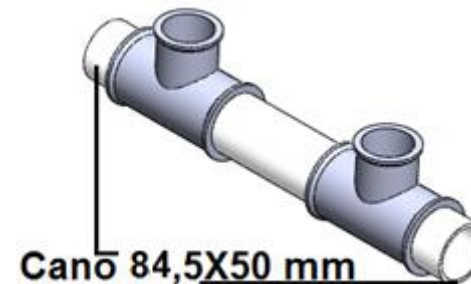

Figura 15. Montagem dos módulos – Módulo 3 – Passo 4
- Passo 4: Junte os canos de 84,5X50 mm nas 2 conexões “T 50X40 mm” do conjunto montado no passo 3, como mostrado na figura 15 (1 unidade);